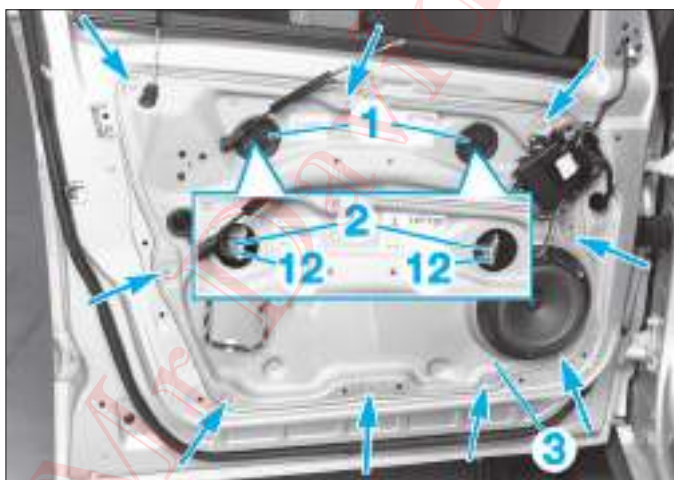

FIG. 43
- Déposer les bouchons (1) (**Fig.43**).
- Fraiser les rivets (flèches) (**Fig.43**).
- Déposer la platine-support (3) avec le mécanisme de lève-vitre.
- avant de serrer les vis (2), pousser la vitre vers l'arrière jusqu'en butée dans le profilé arrière d'étanchéité de vitre. Il faut que la vitre repose complètement dans les fixations (12) du lève-vitre (**Fig.43**).